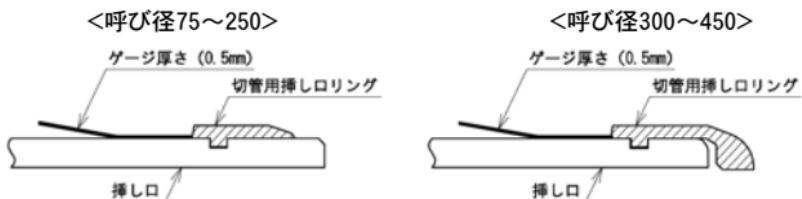

図80 挿し口外面からの浮き量チェック
- ③ 切管用挿し口リングが浮き上がっていなことを、切管用挿し口リングと挿し口外面との間に0.5mmの隙間ゲージが全周にわたって入らないことにより確認する(図80)。ゲージが入る場合はシャコ万力を取り外し②の作業を再度行う。
⑥ 全てのシャコ万力を取り外す。
⑦ 再度、切管用挿し口リングが浮いていないことを、切管用挿し口リングと挿し口外面との間に0.5mmの隙間ゲージが全周にわたって入らないことにより確認する(図80参照)。